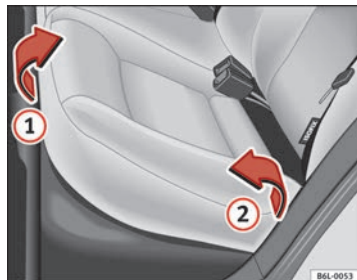
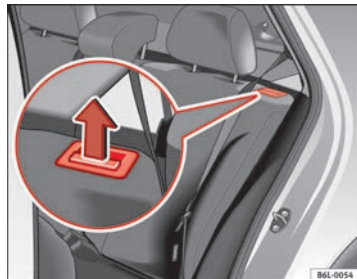

Abb. 73 Die Sitzfläche des Rücksitzes anheben
Abb. 74 Entriegelungstaste der Rücksitzlehne
- Ziehen Sie das Sitzpolster an der Vorderseite ⇒ Abb. 73 ① in Pfeilrichtung nach oben.
- Heben Sie das Sitzpolster ② in Pfeilrichtung nach vorne an.
- Ziehen Sie die Entriegelungstaste ⇒ Abb. 74 in Pfeilrichtung und klappen Sie die Sitzlehne nach vorne.